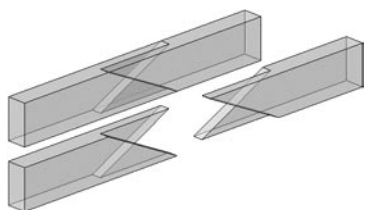

Figure 8.46 Enture en sifflet à mi-bois
- » **L'enture en sifflet à mi-bois** (fig. 8.46) est faite de deux coupes biaisées se contrariant, renforcées par le collage des plats du mi-bois.